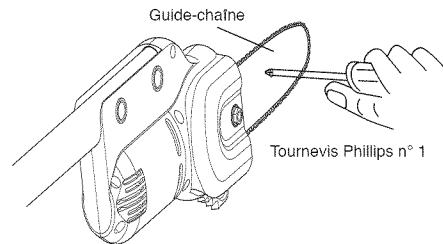
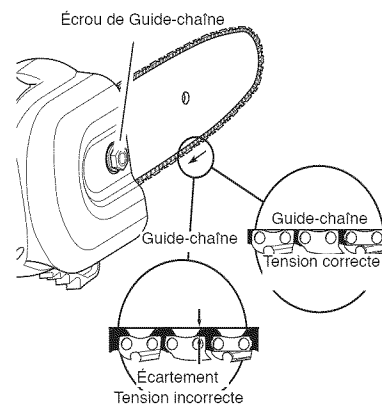

Figure 5 - Réglage de la tension de la chaîne
Figure 6 - Réglage de la chaîne
2. Insérez un tournevis Phillips n° 1 ou de taille inférieure dans l'orifice au centre du guide-chaîne (voir la Figure 5). Au moyen du tournevis, éloignez le guide-chaîne du boîtier du moteur de la scie pour tendre la chaîne. **Remarque :** Il ne devrait pas y avoir d'espace libre entre les maillons d'attache de la chaîne et le bas du guide-chaîne (voir la Figure 6).